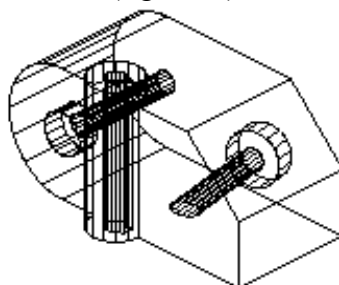

Fig. 2.41
1. Construcția modelului virtual (fig. 2.41)